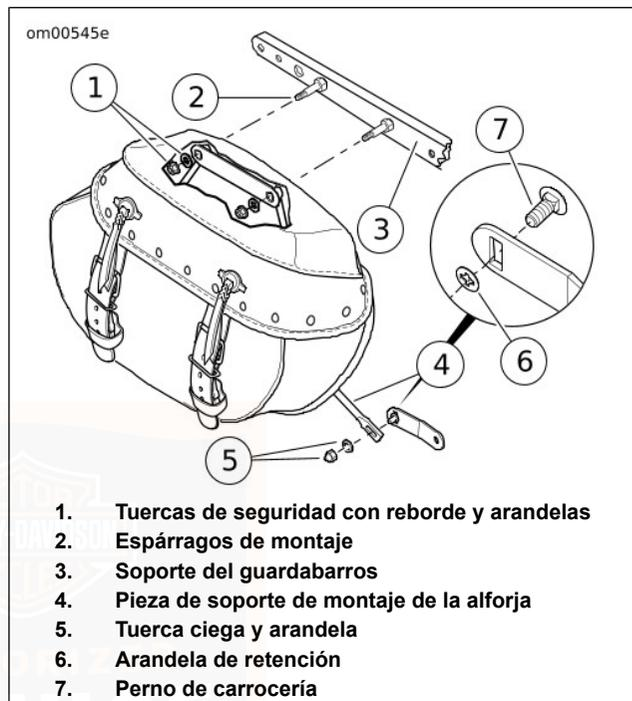

Figura 31. Conjunto de la alforja: FLSTC
1. Vea Figura 31. Desabroche las correas de las alforjas.
2. Use una mano para sostener la alforja y la otra mano para quitar las tuercas de seguridad con reborde y las arandelas (1) de los espárragos de montaje de la alforja (2).
3. Quite la tuerca ciega y la arandela (5) y la alforja de la pieza de soporte de montaje de la alforja (4).
4. Si opera la motocicleta sin las alforjas, retire y guarde la arandela de retención de nylon (6) y el perno de carrocería (7) de la pieza de soporte de montaje de la alforja.
1. Vea Figura 31. Si fueron retirados, instale el perno de carrocería de montaje de la alforja (7) y la arandela de retención (6).
3. Empuje los espárragos de montaje (2) a través de los agujeros de montaje de la alforja.
- a. Instale las tuercas de seguridad con reborde y arandelas (1).
- b. Instale la arandela y la tuerca ciega (5) sobre la pieza de soporte de montaje de la alforja.